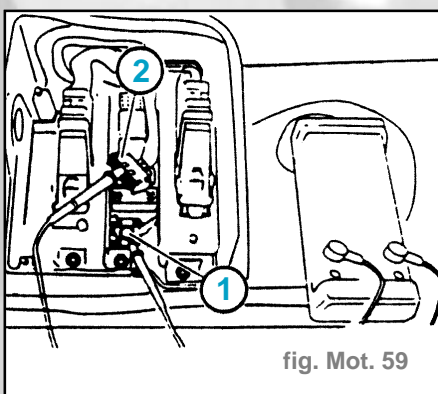

fig. Mot. 59
- Brancher l'ampèremètre entre connecteur du faisceau de câbles menant aux bougies de préchauffage et le point de reprise du positif de la batterie (1) et mesurer la consommation courant (fig. Mot. 59).